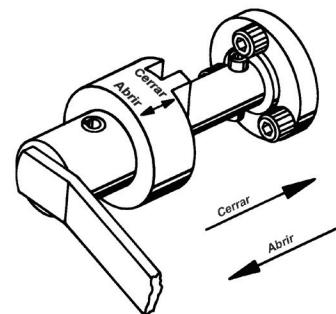

Figura 5
- Verifique que el mecanismo de bloqueo de la manija en el soporte del motor esté enganchado antes de montar el motor. Consulte la Figura 5.
Para asegurar la estabilidad del motor en todas las posiciones, este soporte de reparación está equipado con un mecanismo de bloqueo de manija de la manivela positiva. Consulte la Figura 5.